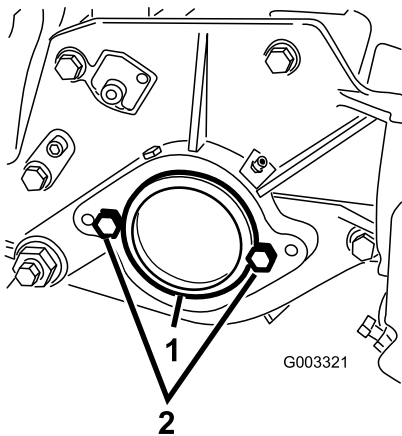

図 7
2. カッティングユニット右側のベアリング・ハウジングについているプラスチック製のプラグを外す (図 7)。
3. 右側サイドプレートからキャップスクリュ2本を取り外す (図 7)。
5. カッティングユニットの左側サイド・プレートに、リール・モータ取り付け用のキャップスクリュ2本を仮止めする (図 7)。